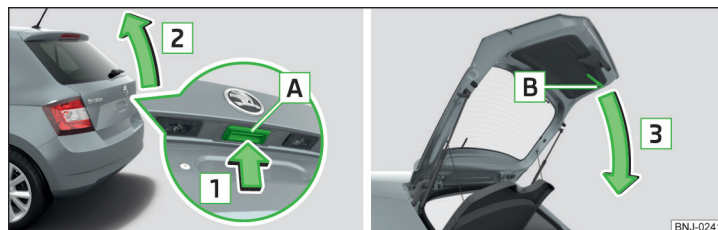

Fig. 37 Apertura/chiusura del portellone bagagliaio
- Per l'**apertura** premere il tasto **A** in direzione della freccia **1** » fig. 37.
Il tasto **A** » fig. 37 viene disattivato alla partenza e/o da una velocità superiore a 5 km/h. Dopo la sosta e l'apertura di una porta, il tasto viene riattivato.